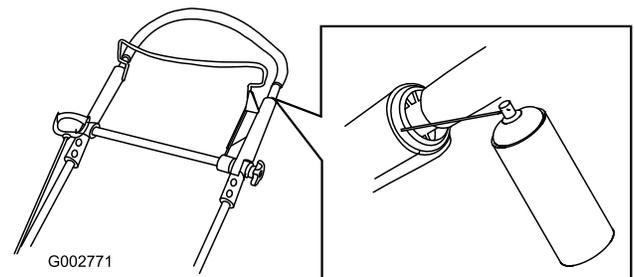

Bild 44
1. Sprühen Sie die äußeren Kunststoffenden des inneren Bügels ein (Bild 44).